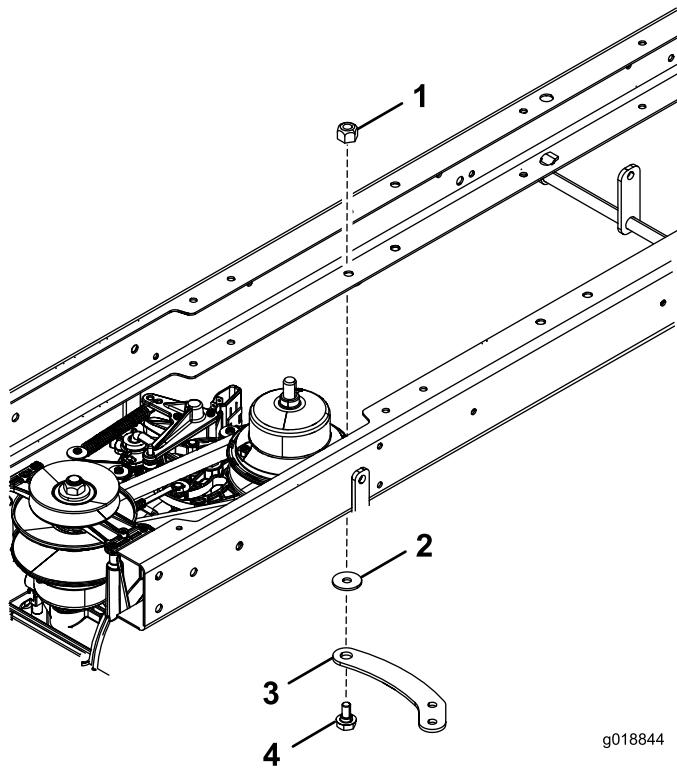

Figura 2
- Instale el brazo de acoplamiento del soporte de tracción usando la contratuerca (5/16 pulgada), la arandela de pivotе y un perno de cuello largo (Figura 2).